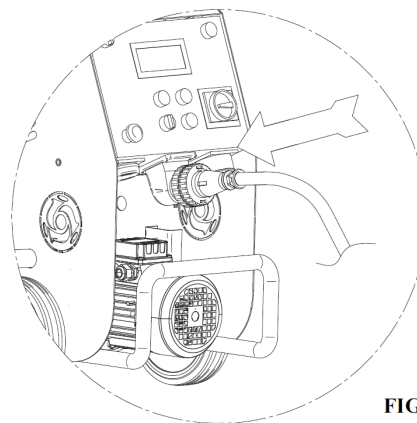

FIG.5
10.1 CONEXIONADO ELÉCTRICO (fig. 5)